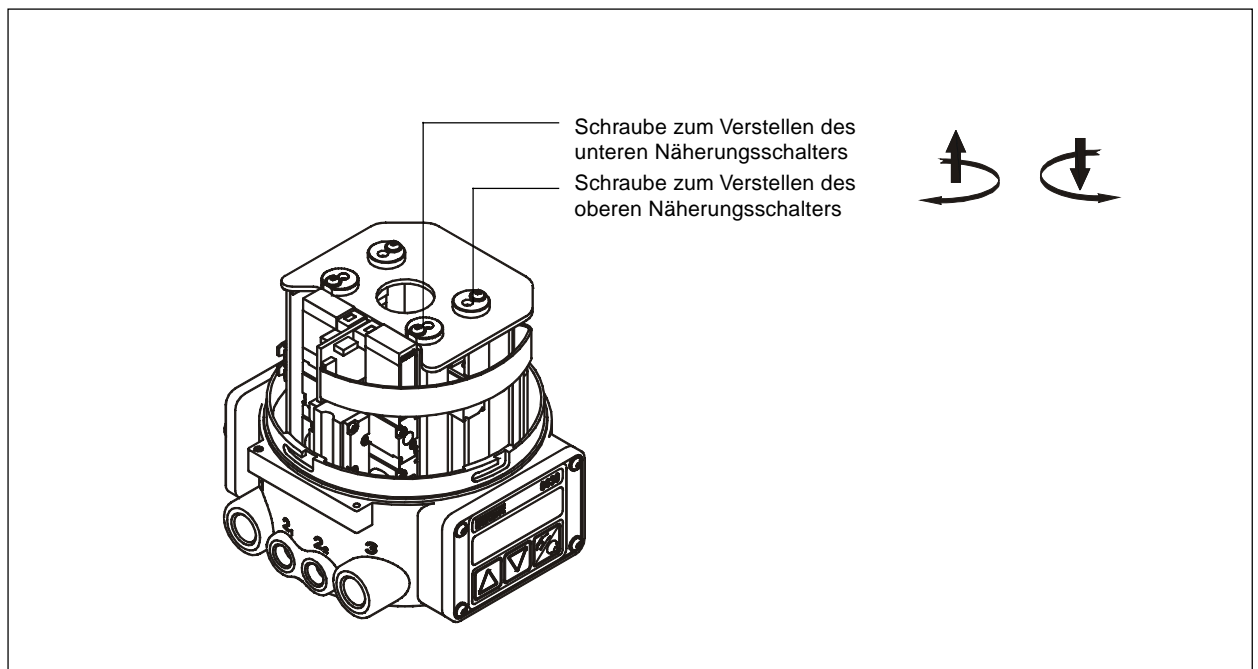

Bild 5.4: Schrauben zum Verstellen der Initiatoren (Näherungsschalter)
- ➔ Positionieren Sie die Initiatoren in der Höhe über je eine Stellschraube (Bild 5.4):